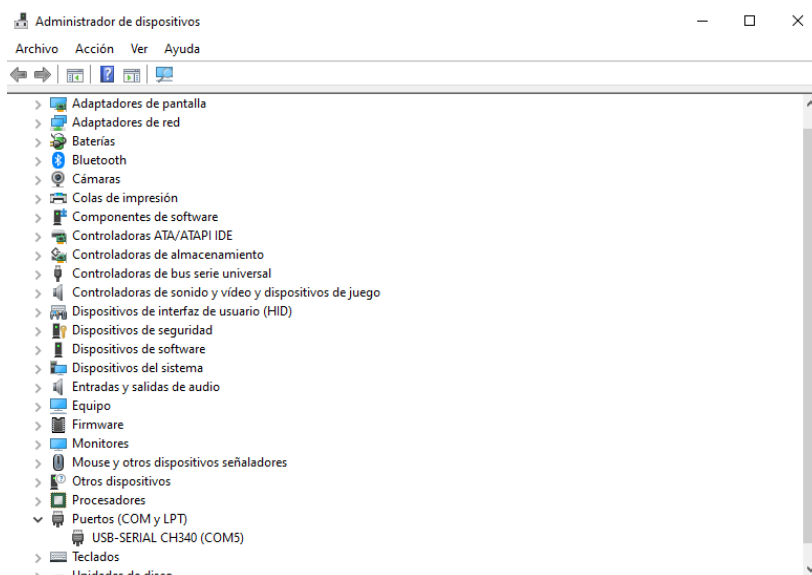
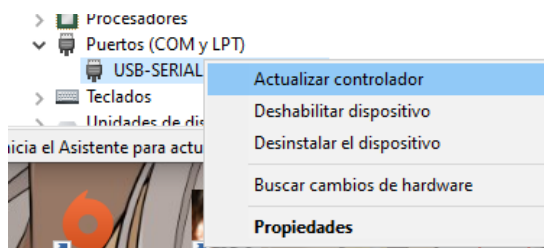

Figura B.3: Puertos COM y LPT
Figura B.4: Actualizar controlador
2. Abrir la pestaña *Puertos (COM & LTP)* y dar clic derecho en *USB-SERIAL CH340* (figura B.3). Posteriormente dar click en *Actualizar controlador* (figura B.4).